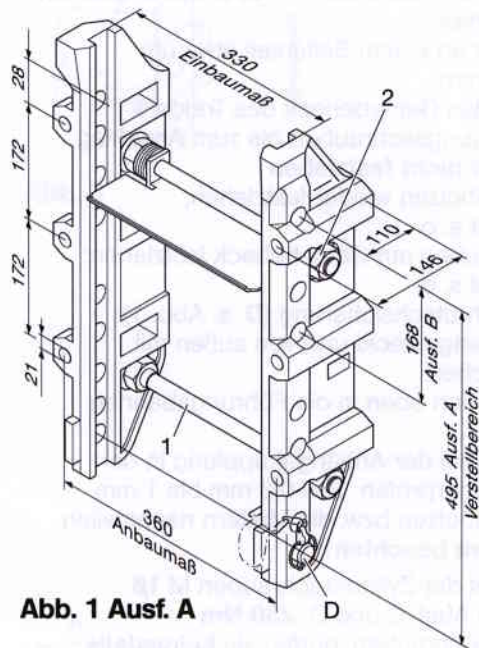

Abb. 1 Ausf. A
- **Typ 70397 Ausf. A, B, C, D** (Abb. 1, 2, 3)
- Das Lösen der Muttern (2) an den Spannbolzen (1, s. Abb. 1) ist **normalerweise nicht notwendig**.
- Kontrolle der Durchrutschsicherung (D, s. Abb. 1): Bolzen von innen eingesteckt und von außen mit Klappstecker gesichert